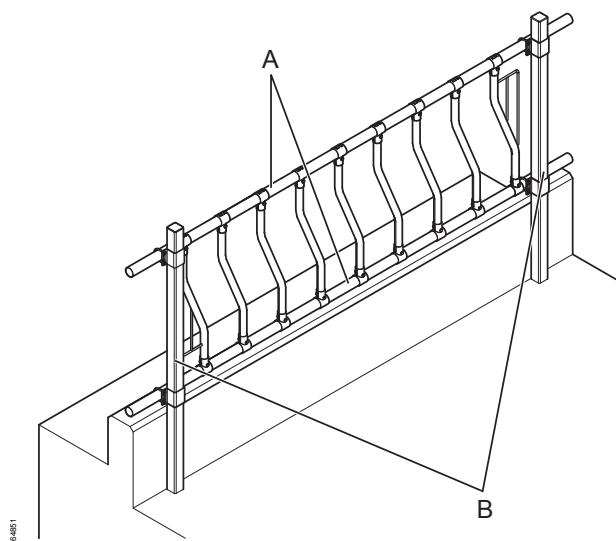

Fig. 1: Mål for horisontale rør
Forskjellen mellom disse versjonene ligger i målene på de horisontale rørene (A). Se Fig. 1. Diameteren til de horisontale rørene er $\text{\O}48,3 \text{ mm}$ ($\text{\O}1\frac{1}{2}''$) for DS og $\text{\O}60,3 \text{ mm}$ ($\text{\O}2''$) for DS-HD.
Maksimal avstand mellom støttestengene (B) varierer avhengig av dyrets størrelse og hvilken løsning som brukes. Se Fig. 1.